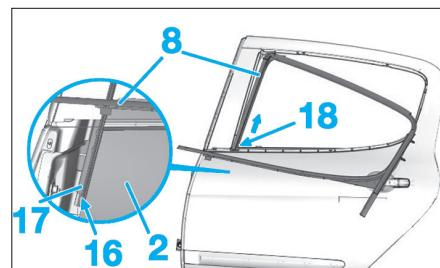

Fig. 124
- Déchausser le joint lécheur extérieur (8) de la partie avant (16) du guide de coulisse (17) en suivant la flèche (18) (Fig.124).